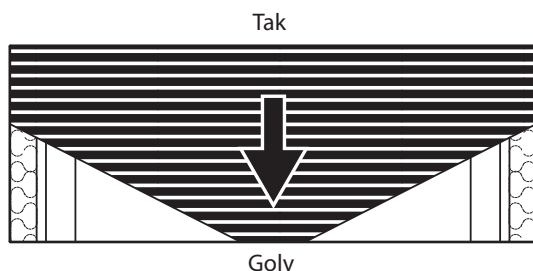

Bild 1. Korrekt placering av ljudabsorptionsbaffel i tryckfördelningslådan.
- ⚠ För korrekt funktion måste baffelns spets installeras riktad nedåt i tryckfördelningslådan, se bild 1.
- Bakansluten trycklåda BRLB måste monteras med hänsyn till clipsfjäders placering (riktad neråt), för att säkerställa ljudabsorptionsbaffelns position (bild 1).